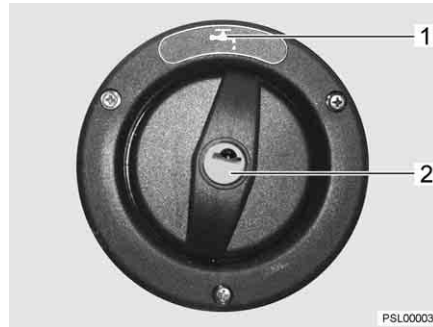

Bild 38 Verschlussdeckel für Trinkwasser-Einfüllstutzen
- ▷ Der Trinkwasser-Einfüllstutzen ist mit dem Symbol "☰" (Bild 38,1) gekennzeichnet.
- Schlüssel in Schließzylinder (Bild 38,2) stecken und entgegen dem Uhrzeigersinn drehen.